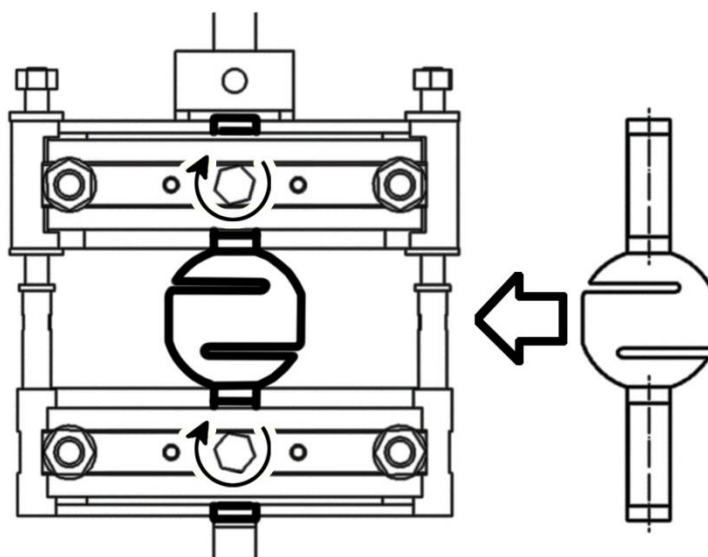

Рисунок 2 – Установка образцового динамометра
- 3) динамометр устанавливать по центру тисов (см. рисунок 2). Зажать адаптеры в тисах с минимальным усилием;